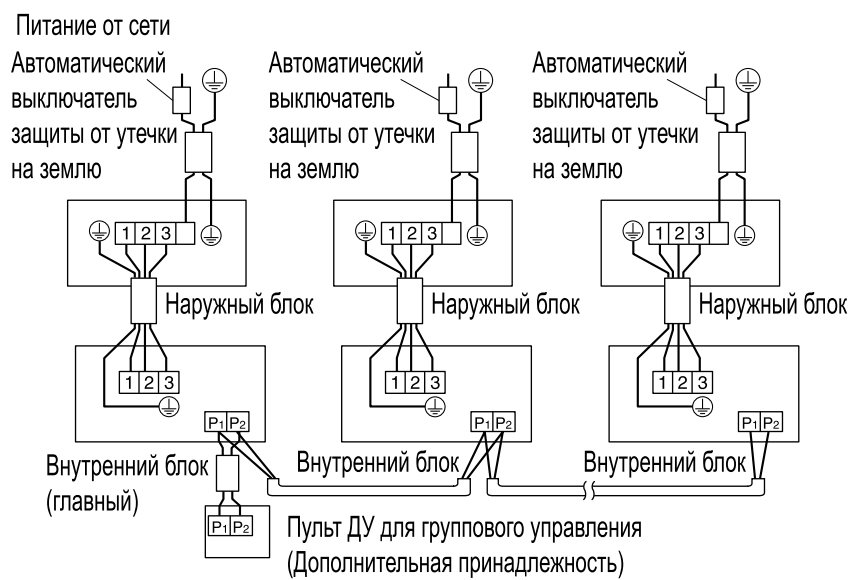

Рис. 35
- **Групповое управление:** 1 пульт дистанционного управления управляет несколькими (до 16) внутренними блоками (Все комнатные блоки функционируют по командам пульта дистанционного управления). (См. рис. 35)
- (1) Снять крышку блока управления. (См. раздел “9. СПОСОБ ПОДСОЕДИНЕНИЯ ПРОВОДКИ И ПРИМЕР ЭЛЕКТРОПРОВОДКИ”.)
- (2) Подключить мостик между контактами (P1, P2) внутри блока управления для пульта дистанционного управления. (Полярность отсутствует) (См. Рис. 35 и Таблицу 4)